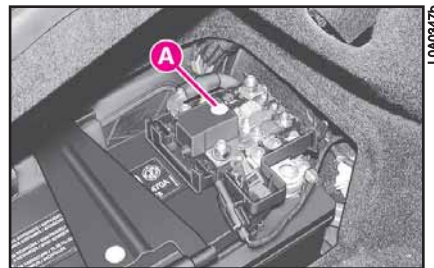

fig. 132
- 4) Appuyer sur le bouton **A** (fig. 132) pour réactiver l'interrupteur.